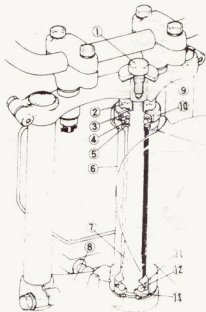

Bild 178
- Die unterste Lagerschale (Teil 1 in Bild 177) kann erst montiert werden, wenn die Dichtung (Teil 2) aufgelegt wurde. Aus Bild 178 geht die Einbaurichtung dieser Dichtung hervor. Heizt man die Lagerschale vor ihrem Einbau auf etwa 110°C auf, fällt sie in der Regel von selbst bis auf ihren Sitz herunter. Gelingt das nicht, benutzt man das Werkzeug nach Bild 56.20 zum Nachsetzen. Das Aufheizen der Lagerschale erfolgt entweder im Ölbad oder flach aufliegend auf einer elektrischen Kochplatte. Eine direkte Flamme von Lötlanpe oder Schweißbrenner ist abzulehnen.